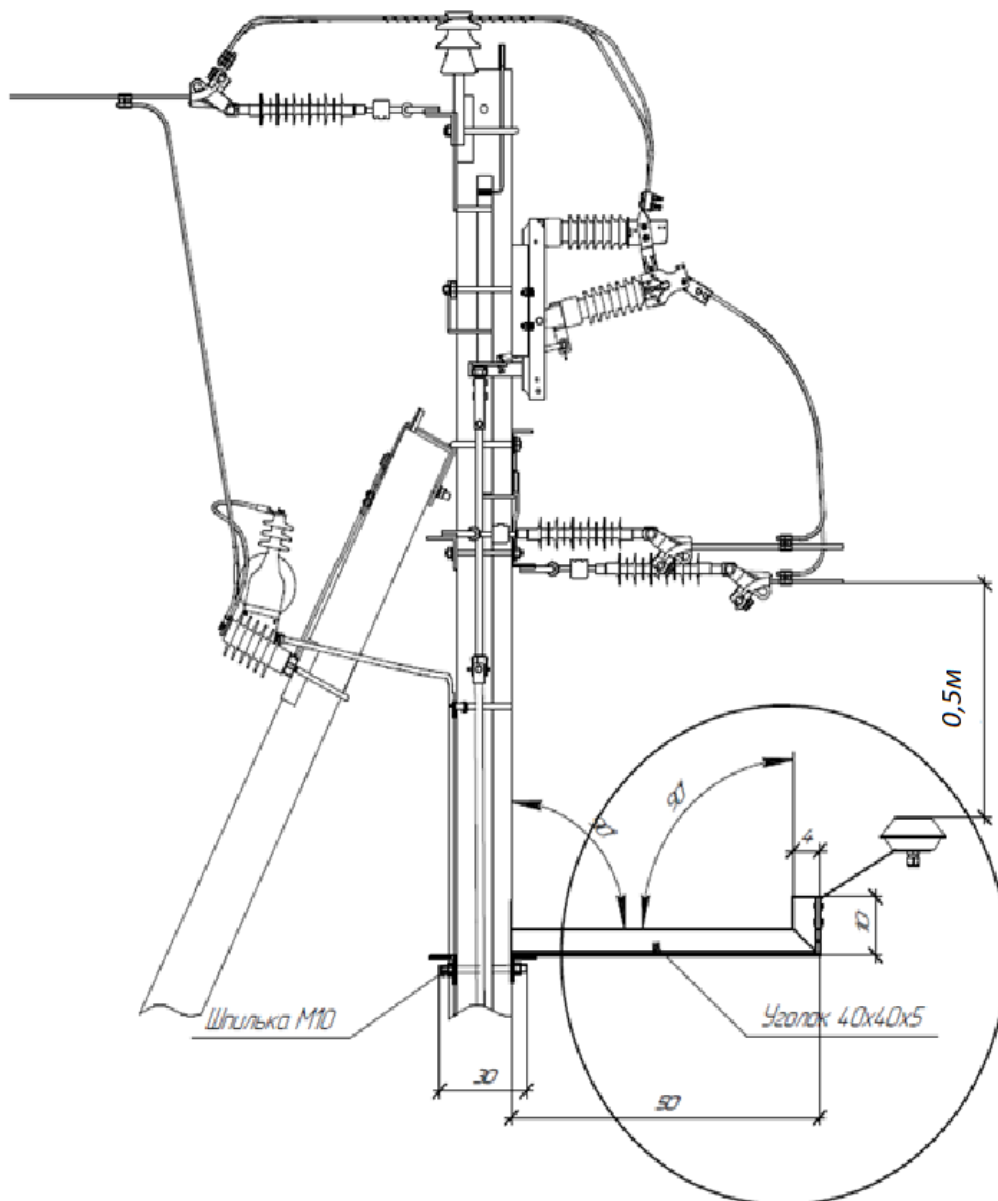

Рисунок 5.4. Указания по монтажу ISL на опоре с РМИК, при установке TCH на откосе опоры
- Установка ISL на вертикальную стойку анкерной опоры с. При условии размещения TCH на откосе опоры (Рисунок 5.4).